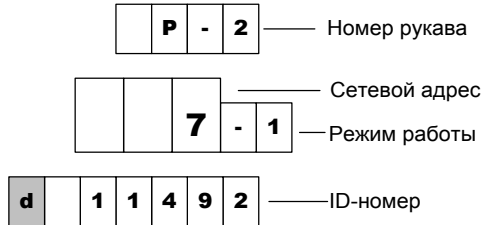

Рисунок 3
9.6 Есть возможность высветить номер каждого рукава, его сетевой адрес, режим работы и ID-номер (рис. 3).